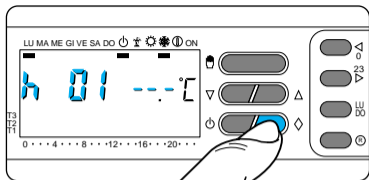

Fig. 70
13.5 - Pulse una sola vez el botón ◊ (fig. 70).